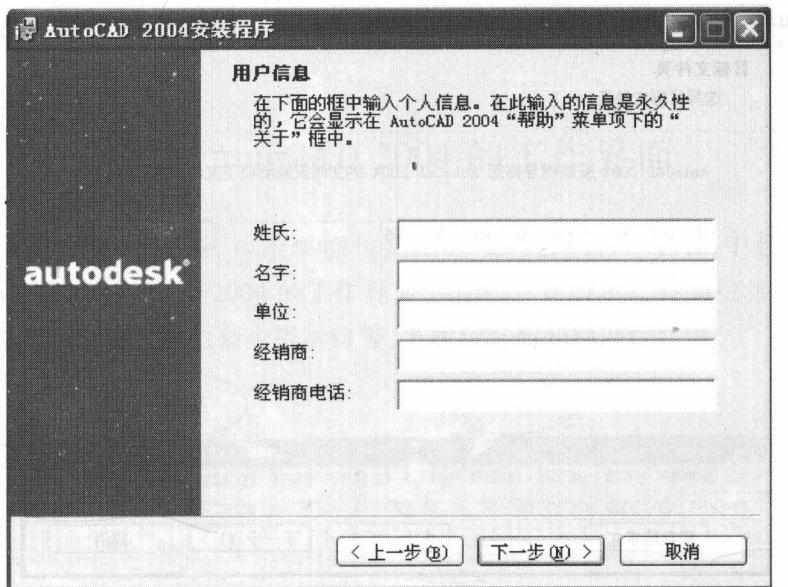

图 1-2 输入相关信息
(2) 向导安装完毕后，将显示 AutoCAD 2004 中文版安装向导的“欢迎”对话框，单击“下一步”按钮继续。在“软件许可协议”对话框的“国家/地区”列表中选择所在国家“China”，并要仔细阅读对话框中的信息，只有接受协议条款，安装程序才能继续下去，选择“我接受”单选按钮，然后单击“下一步”按钮继续。
(3) 在“序列号”对话框中，输入 AutoCAD 2004 安装 CD 盒上的序列号，然后单击“下一步”按钮。在“用户信息”对话框中，输入相应的信息，然后单击“下一步”按钮，如图 1-2 所示。